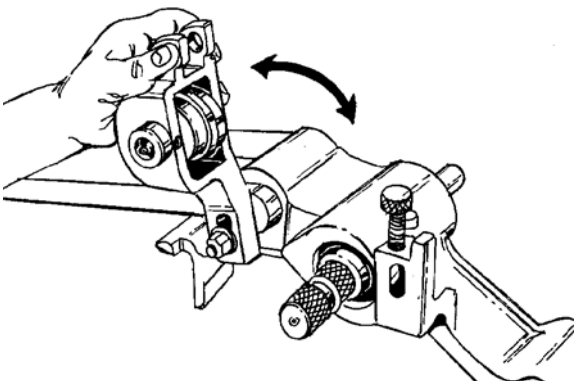

Figura 15 – Levante el alojamiento del rodillo ranurador
5. Levante el alojamiento del rodillo ranurador. (Figura 15)